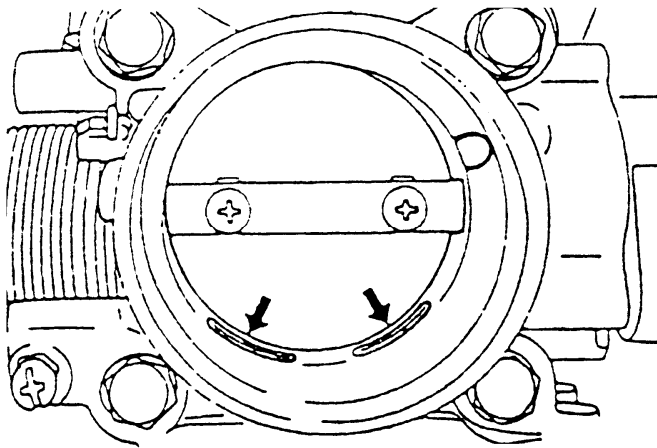

图 3-27 塞住旁通孔
- (1) 发动发动机，当发动机水温达到 80℃ 以上时将发动机熄火。
- (2) 拆下节气门本体处的进气管。
- (3) 如图 3-27 所示，将节气门的旁通孔塞住。注意不可让清洁剂流入旁通孔。